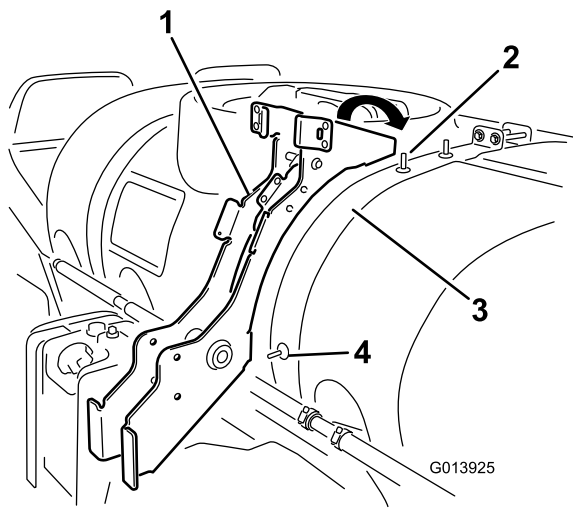

図 9
3. フレームをタンク固定バンドに取り付ける；フレームの下穴をタンク固定ベルトの側面 (タンクの側面) から突き出しているボルトに合わせ、上穴はタンク上面に突き出ているボルトに通す (図 9)。